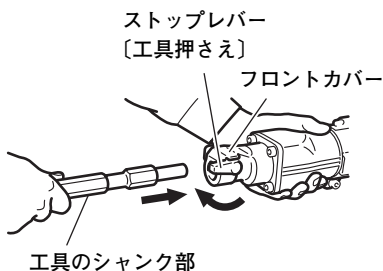

図 3
- (1) 工具のシャンク部をきれいにふき、グリースまたは機械油を塗布します。
- (2) ストップレバー [工具押さえ] を矢印の向きに回し、工具のシャンク部をフロントカバーの六角穴へ一杯にさし込みます。(図3)
- (3) ストップレバーを元に戻して工具が抜けないようにします。